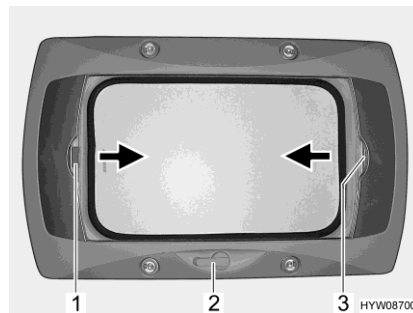

Bild 47 Kurbelhub-Dachhaube
- Die Handkurbel (Bild 47,2) drehen, bis Widerstand spürbar ist.
Schließen: ■ Die Faltverdunklung am Griff (Bild 47,3) in Pfeilrichtung ziehen und an der gewünschten Position loslassen. Die Faltverdunklung bleibt in dieser Position stehen.
Schließen: ■ Das Insektenschutzrollo am Griff (Bild 47,1) in Pfeilrichtung zum gegenüberliegenden Griff der Faltverdunklung (Bild 47,3) ziehen und einrasten lassen.
Öffnen: ■ Den Griff des Insektenschutzrollos (Bild 47,1) hinten nach oben drücken und das Insektenschutzrollo an der Faltverdunklung (Bild 47,3) aushängen.